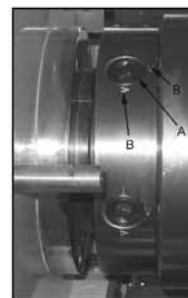

Fig. 3
5. Lyft upp chucken till spindelspetsen och pressa på den på spindeln. Dra fast den med chuckskruvorna (ett 1/4 varv, medurs). Markeringen (A, fig. 3) på chuckskruvorna ska stå mellan de två pilarna när chuckskraven är åtdragen (B, fig. 3). Om markeringen inte befinner sig mellan de två pilarna, ta av chucken igen och justera tapparna genom att antingen skruva ut dem ett helt varv (om stiften inte kuggar i) eller skruva in dem ett helt varv (om stiften är utanför markeringarna).